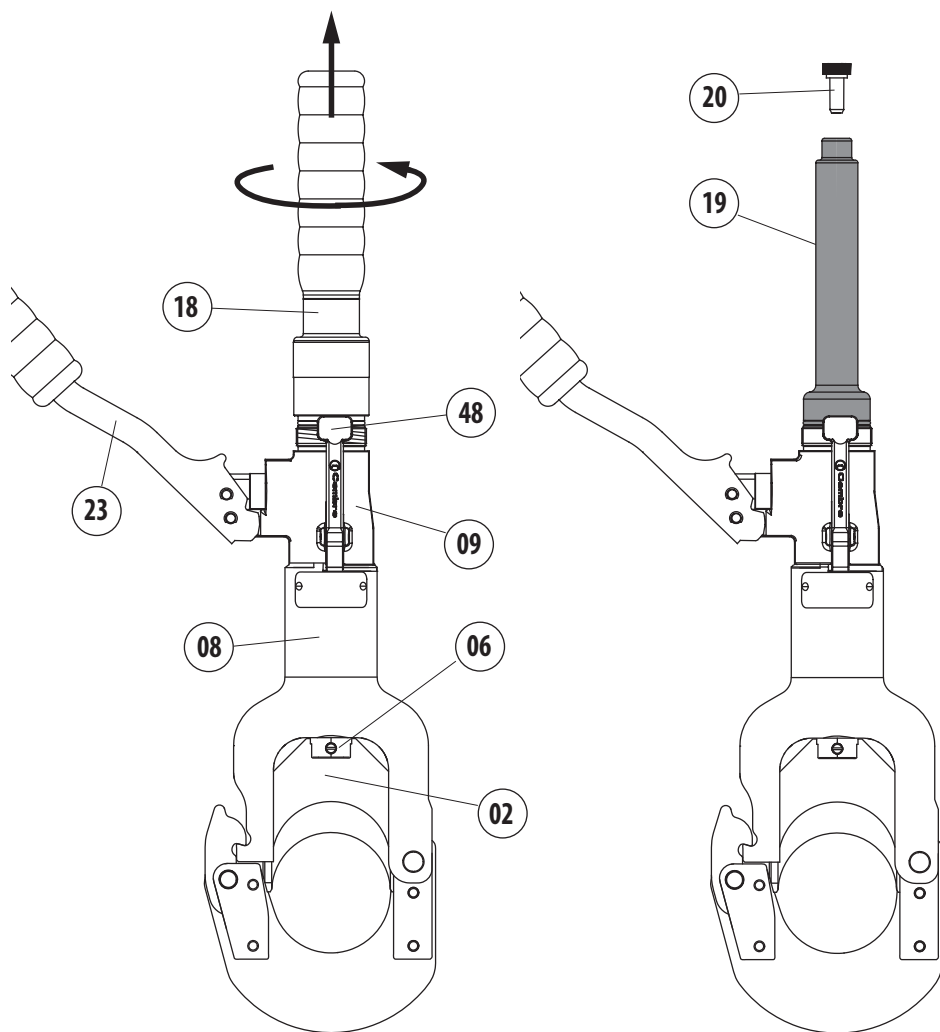

FIG. 1 TOOL POSITION FOR MAINTENANCE OPERATIONS
4. MANUTENZIONE (Rif. a Fig. 1)
- a – Capovolgere l'utensile, bloccarlo in una morsa in posizione verticale (fig. 1) con il manico mobile (23) divaricato.
- b – Svitare dal corpo (09) il manico fisso (18) e sfilarlo completamente mettendo in vista il serbatoio di gomma (19) dell'olio.
- c – Estrarre il tappo (20) dal serbatoio dell'olio.
- d – Azionare tre o quattro volte il manico mobile, facendo avanzare il pistone (06).
- e – Rilasciare la pressione dell'olio tramite la leva di sblocco pressione (48) fino a che il pistone (06) non sia arretrato completamente ed in modo che l'olio sia ritornato tutto nel serbatoio.